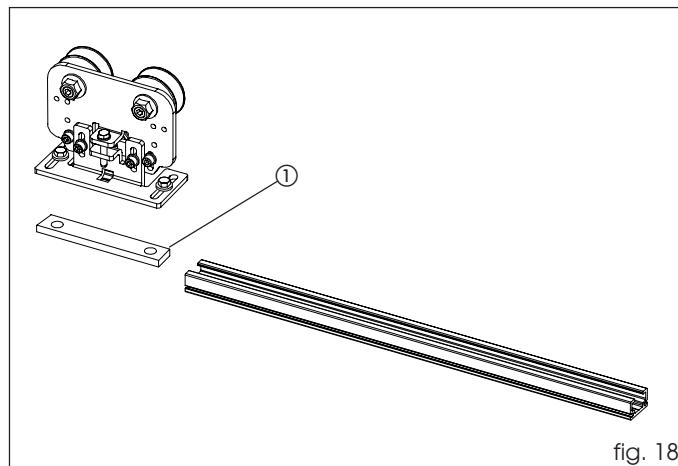

fig. 18
En las automatizaciones 940 sustituya la placa del carro con la que se entrega en dotación (fig. 18 ref. ①).